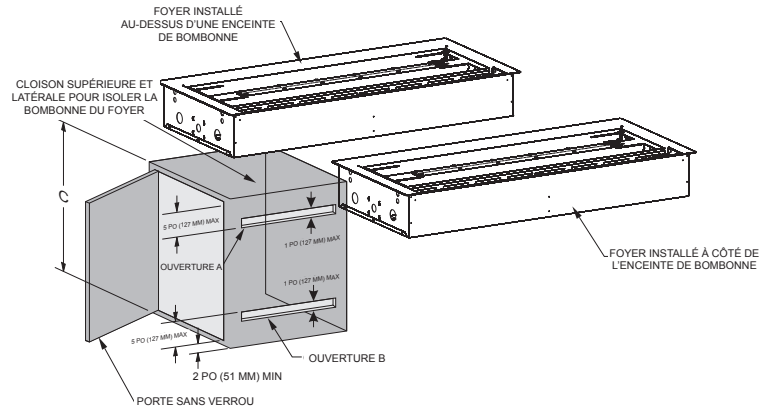

Figure 19
5. Si l'installation comprend le remisage du réservoir de GPL sous le foyer, utiliser l'ensemble de ventilation BRB en option ou se reporter aux exigences pour le remisage de la bombonne de GPL aux pages 15 et 16. **Voir Figure 19.**